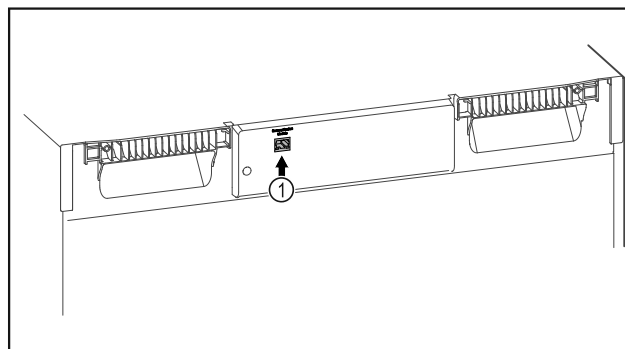

Fig. 154
- Je používán SmartModule Fig. 154 (1).